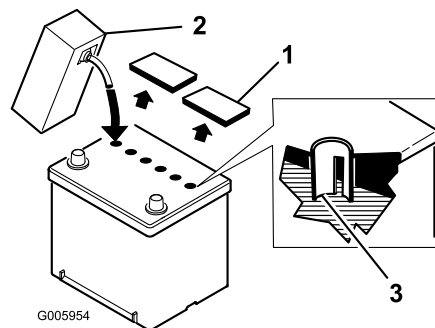

Figura 3
4. Pulire la parte superiore della batteria e togliere i tappi di sfiato (Figura 3).
5. Aggiungere lentamente l'elettrolito in ogni elemento della batteria finché il livello non raggiunge la parte inferiore del tubo (Figura 3).
- Aggiungere lentamente l'elettrolito in ogni elemento della batteria finché il livello non raggiunge nuovamente la parte **inferiore** del tubo (Figura 3), quindi montare i tappi di sfiato.